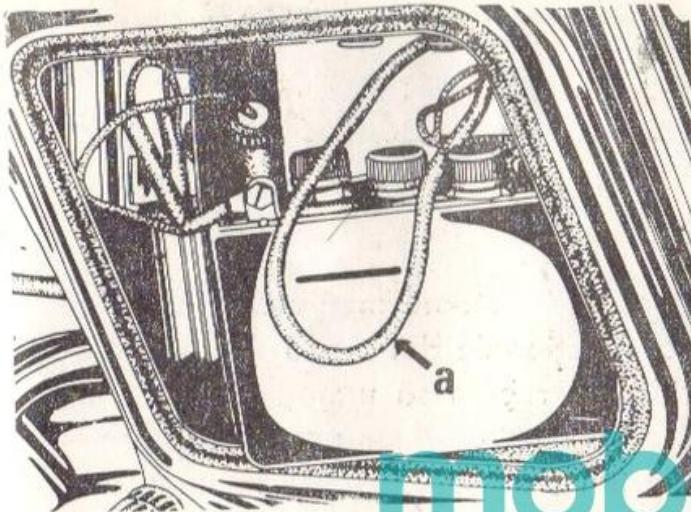

Fig. 22.
1. Deschideți capacul cutiei din partea stângă și apoi scoateți bateria (fig. 22) îndepărțind în prealabil chinga elastică „a”.